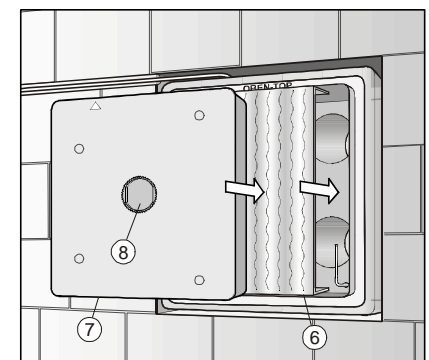

Abb. 4
Zuerst beigefügte Kartoneinlage (6) einlegen, dann Putzschutzdeckel (7) in den Mauerkasten bis zum Deckelanschlag einschieben und Schutzkappe (8) einstecken. (Abb. 4)